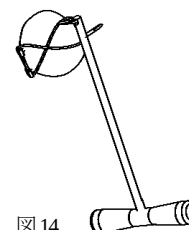

図14
- 7) ケーブルカッターを使用し、CS ピン先端をケーブルが脱転しない程度に切断して下さい。CS ピン曲げ器でピン先端を曲げることも可能です。(図14)